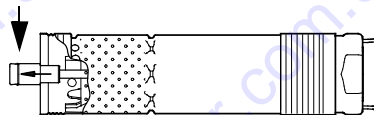

Fig. 5
1. Colocar el motor horizontalmente en un tornillo de banco y sujetarlo, ver fig. 5.
2. Extraer el eje de la bomba hasta la posición indicada en la fig. 5.